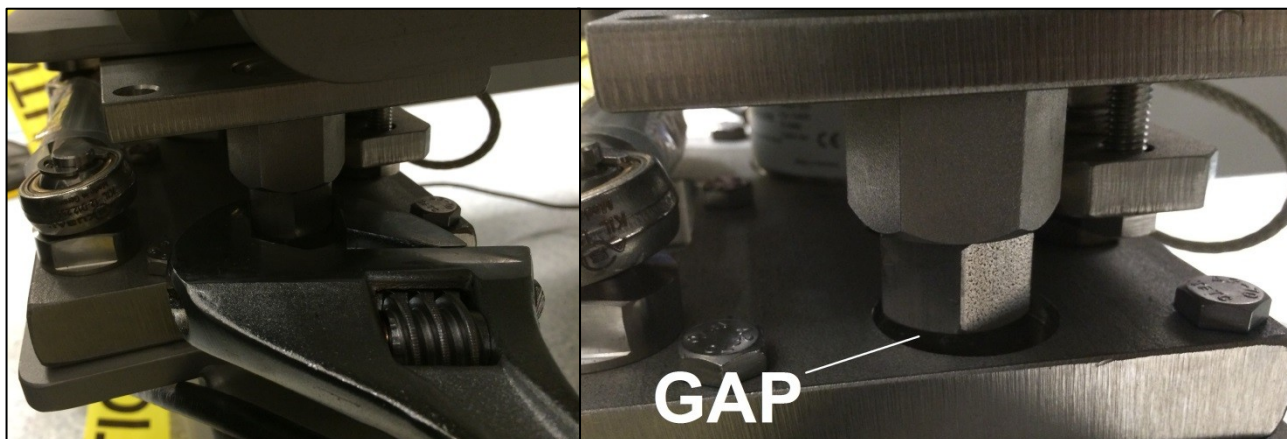
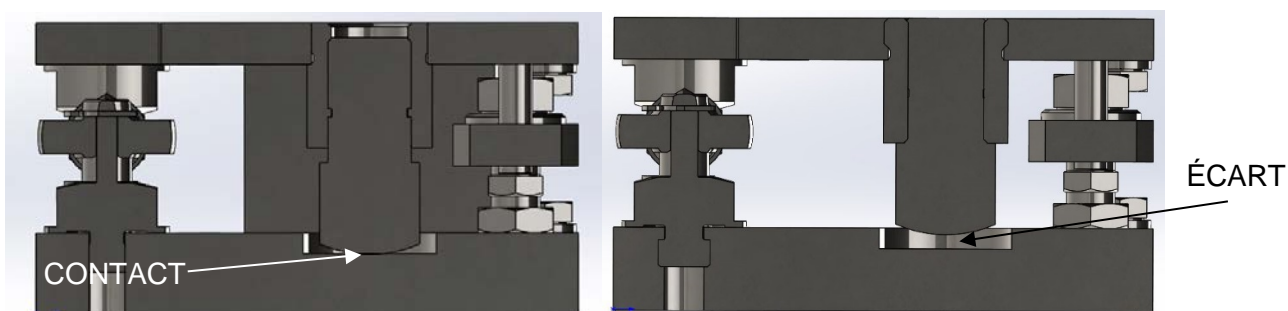

Figure 2 : Réglage et vérification des boulons d'écartement
Figure 3 : Vue en section de la position verrouillée pour le transport (gauche) et de la position d'ouverture pour l'utilisation (droite)
- Utiliser une clé, taille 13 (réservoirs $\leq 400L$) ou 24 (réservoirs $\geq 650L$) pour rétracter complètement le boulon d'écartement (Figure 2, image de gauche). S'assurer que, après la rétractation, il y a un écart visible entre la tête du boulon d'écartement et la plaque de montage opposée (Figure 2 et Figure 3, images de droite) et que la cellule de pesée repose correctement à son emplacement sans aucun jeu.